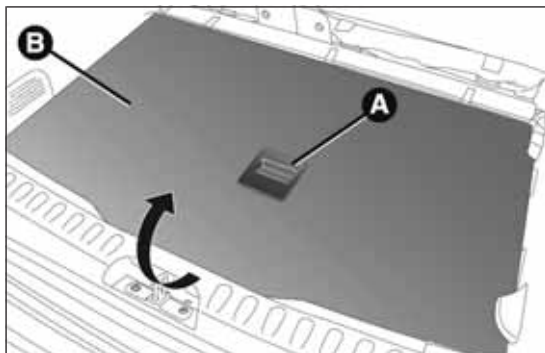

fig. 94
- ☐ sujetar la manilla A fig. 94 y levantar la plataforma B sujetándola con una mano;
- ❑ sujetar la manilla A fig. 94 y levantar la plataforma B sujetándola con una mano;
- ☐ sujetar la manilla A fig. 94 y retirar la plataforma B;